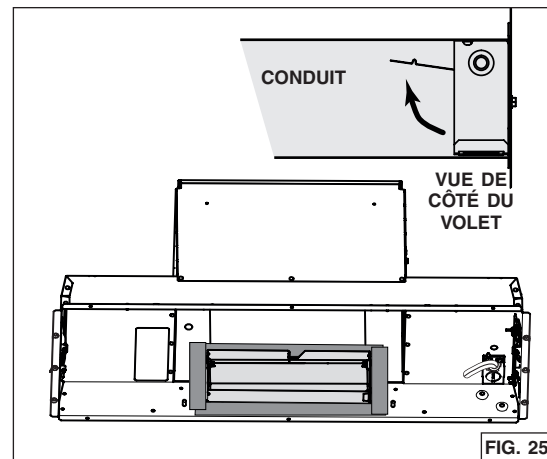

FIG. 25
4. Par l'intérieur de la hotte, glisser l'adaptateur/volet de 3¼ po x 10 po dans le conduit horizontal, puis le fixer à la hotte à l'aide de ruban adhésif de métal tout autour de celui-ci (FIG. 25). S'assurer que le volet ouvre tel qu'il est illustré dans la vue de côté du volet.